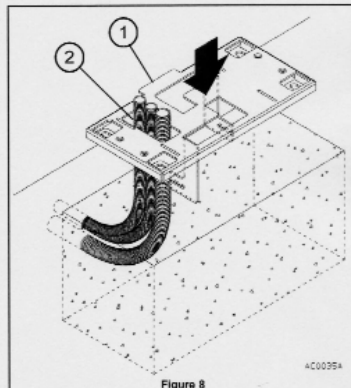

Figure 8
- Lorsque le béton a été coulé, placer la plaque d'ancrage orientée de façon à ce que la languette (1 fig. 8) soit tournée vers le portail, plonger ensuite les pattes de scellement dans le béton en insérant les tubes des câbles électriques dans le trou (2 fig. 8).
- Placer la plaque d'ancrage sur la base cimentée en respectant les valeurs prévues aux figures 4 et 5 avec la languette (1 fig. 8) tournée vers le portail.